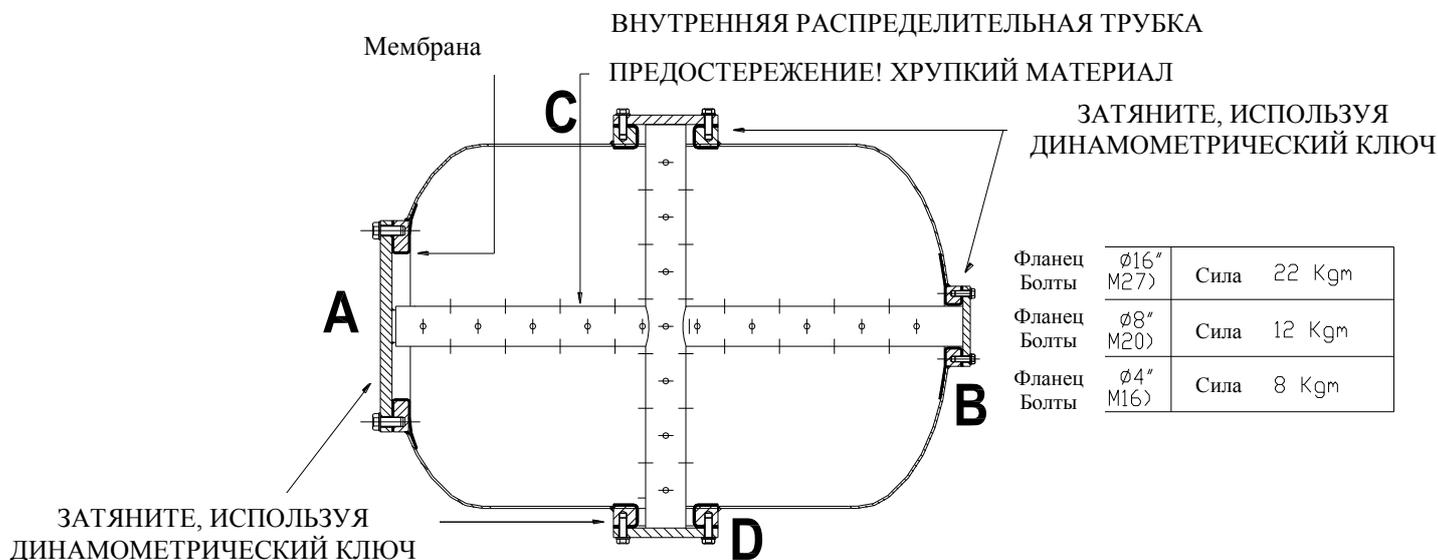

Рисунок 10.4.1: Момент затяжки для верхнего и нижнего фланцев
1. Закройте краны перекрытия воды (2) и пеноконцентрата (7);
2. Полностью слейте воду из области снаружи мембраны с помощью открытия избыточного клапана воды (3) и дренажного клапана воды (13). В случае если мембрана была повреждена, раствор воды и пены может потечь через дренажный клапан воды (13), примите все меры по предотвращению загрязнения окружающей среды;
3. Слейте пену из мембраны с помощью открытия клапана (15). Примите меры безопасности для утилизации пены, чтобы избежать загрязнения окружающей среды;
4. Отвинтите болты на фланцах пеноподсоединяющего трубопровода (соединяющего емкость с дозатором). Удалите отдел пенного трубопровода от верхнего фланца мембраны до клапана (7);
7. Извлеките горизонтальную перфорированную трубку (рисунок 10.4.1) из отверстия А.
8. Извлеките вертикальную перфорированную трубку (рисунок 10.4.1) из отверстия С.